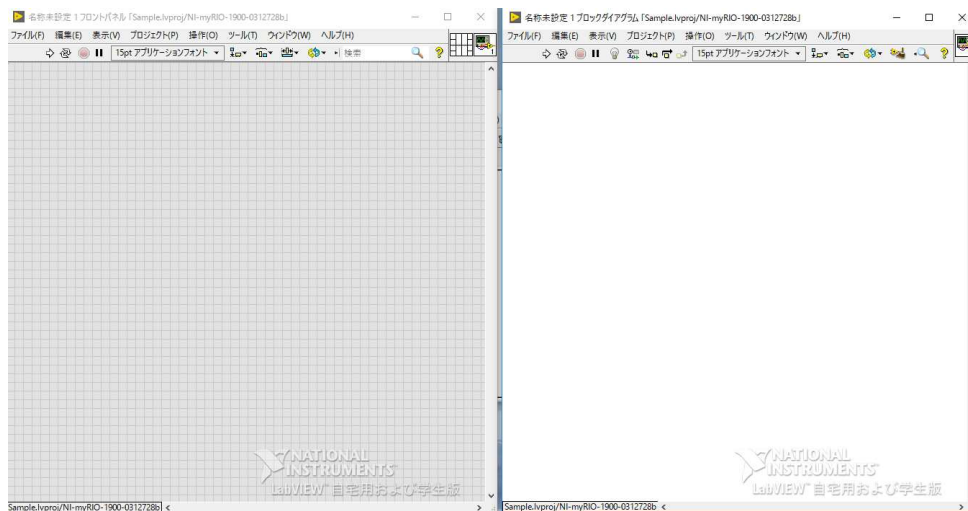

図 6 フロントパネル (左) とブロックダイアグラム (右)
(8) プロジェクトエクスプローラ上に(7)で選択した myRIO が表示される。この myRIO を右クリックし「新規」→「VI」を選択する。
(9) フロントパネルとブロックダイアグラムが表示されるので、図 6 のように作業しやすいように位置や大きさを調整する。フロントパネルはプログラムを動作させた際に制御や計測を行う画面、ブロックダイアグラムはプログラムを組む画面である。